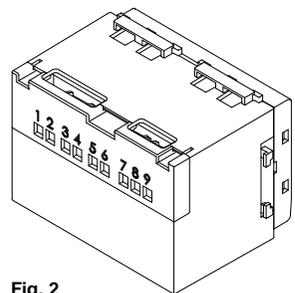
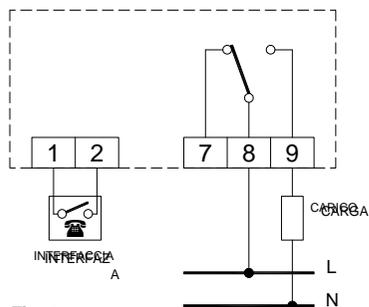

Fig. 2
Fig. 3
2. Realizar las conexiones eléctricas, mediante la bornera inserida al interno del fondo del cronotermostato (Fig. 2), siguiendo el esquema de conexión de Fig. 3. Conectar a los bornes: